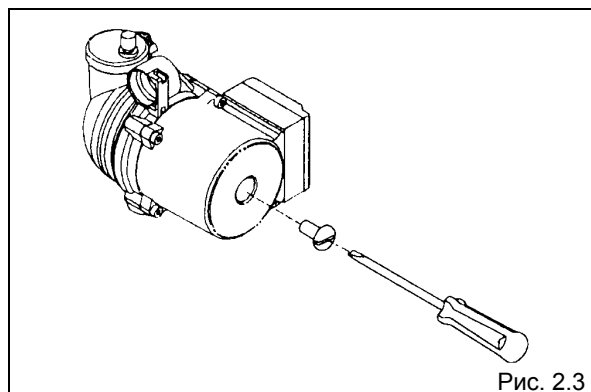

Рис. 2.3
- циркуляционный насос вращается свободно; открутите контрольный винт и с помощью отвертки с плоским концом убедитесь, что вал ротора вращается свободно (Рис. 2.3).